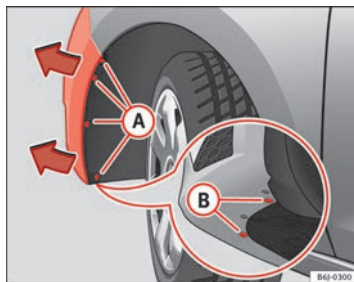

Fig. 172 Farol de nevoeiro: acesso ao conector e ao porta-lâmpadas
- Retire os 4 parafusos (A) ⇒ Fig. 172 do interior do passadouro da roda e os 2 parafusos inferiores (B) ⇒ Fig. 172 do pára-choques, precisando para isso de uma chave de parafusos.